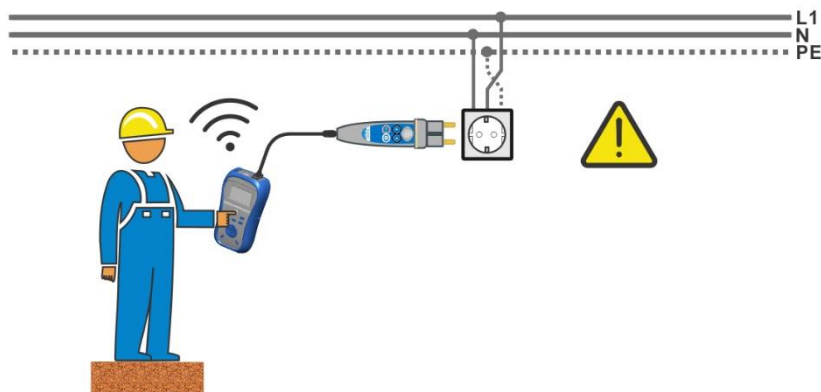
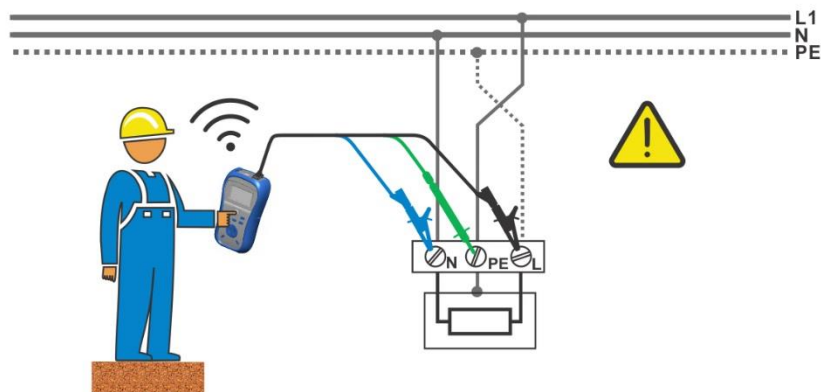

Abbildung 5.36: Vertauschte Leiter L und PE (Commander-Prüfstecker)
Abbildung 5.37: Vertauschte Leiter L und PE (Anbringung der Dreileiter-Prüfleitung)
- Schließen Sie den Prüfling an (siehe Abbildung 5.36 und Abbildung 5.37).